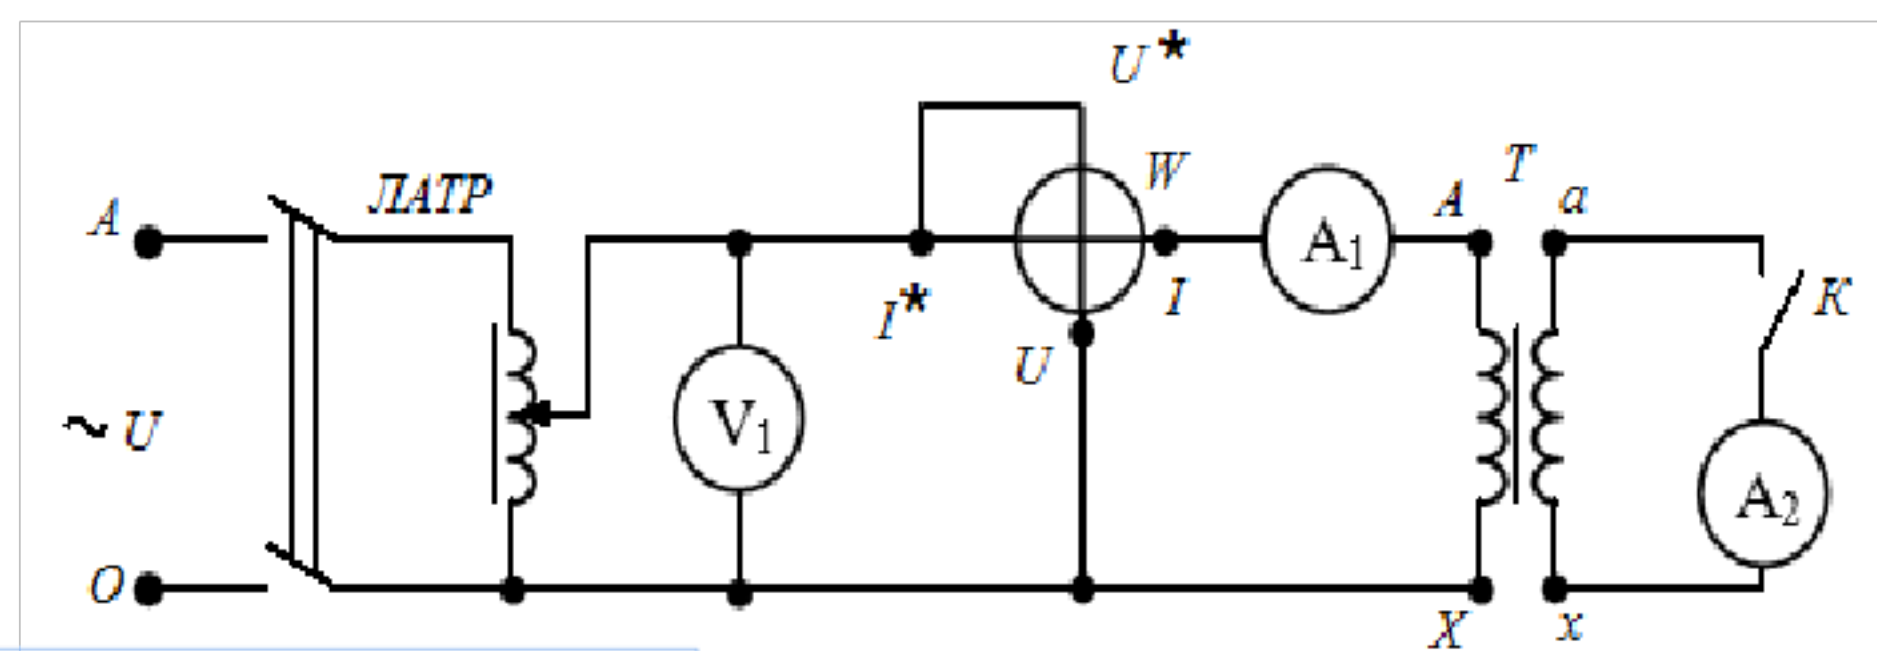
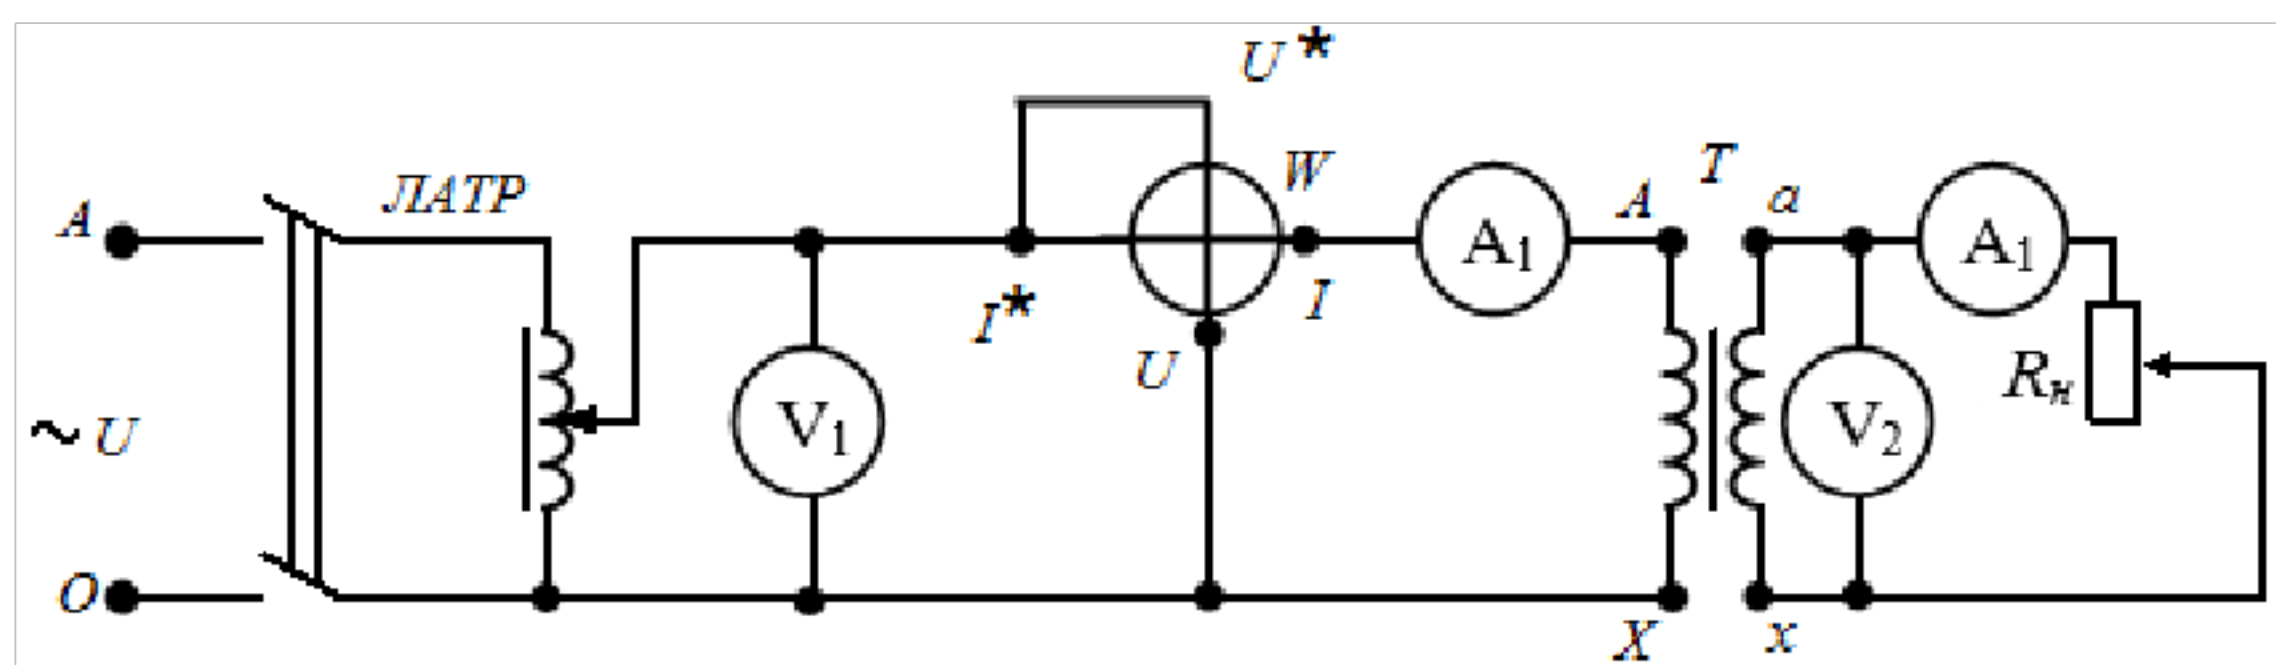

Рисунок 6.5 – Схема испытания трансформатора в режиме короткого замыкания
Рисунок 6.6 – Схема испытания трансформатора под нагрузкой
2. Выполнить опыт под нагрузкой по схеме рис. 6.6. При этом схему соединений первичной обмотки (рис. 6.5) не изменяют, а к вторичной обмотке подключают нагрузочный реостат и выполняют измерения при трех – четырех значениях нагрузки.